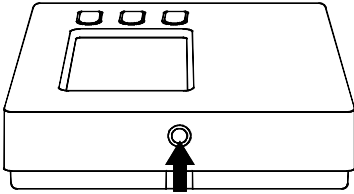

Fig. 3
- 1** Appuyer, avec l'aide d'un tournevis, sur la languette en plastic dans la fente située sur le côté gauche, de manière à soulever légèrement le haut du boîtier (Fig. 3).